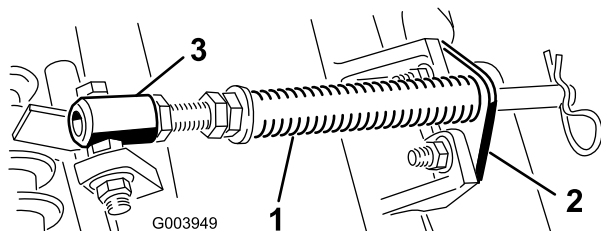

Bild 4
- A. Nehmen Sie die zwei Schlossschrauben und Muttern ab, mit denen die Stangenhalterung an den Nasen der Schneideinheit befestigt ist (Bild 4).
- B. Nehmen Sie die Bundmutter ab, mit denen die Schraube des Federrohrs an der Trägerrahmennase befestigt ist (Bild 4). Nehmen Sie das Bauteil ab.
Hinweis: Positionieren Sie den Schraubenkopf zur Außenseite der Nase, wie in Bild 4 dargestellt.